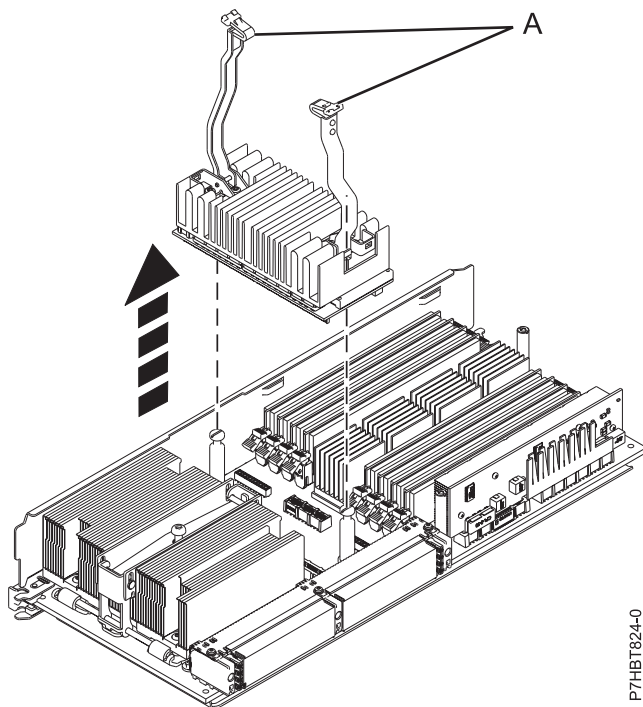

Abbildung 12. Prozessorspannungsreglermodul aus System ausbauen
- Heben Sie die beiden mechanischen Spannungsreglerarme **(A)** gleichzeitig an, bis sie in der vertikalen Position sind (siehe Abb. 12 auf Seite 15).